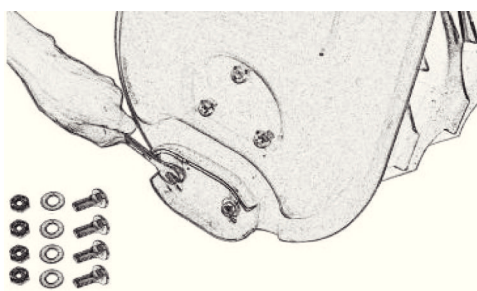

рис. 8
- установите ограничительные башмаки и зафиксируйте болтами (рис.8).